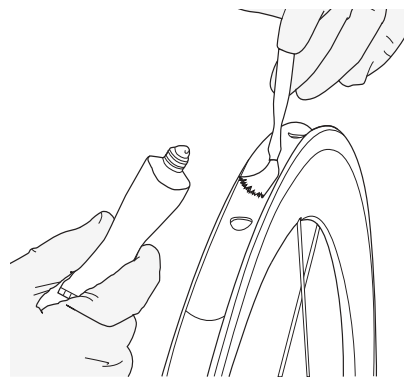

Figura 31. Applicare un sottile strato di colla al fondo dello pneumatico del cerchio.
3. Con il pennello per acidi, applicare un sottile strato di colla al fondo dello pneumatico del cerchio, da un bordo all'altro e per tutta la sua circonferenza (Figura 31).